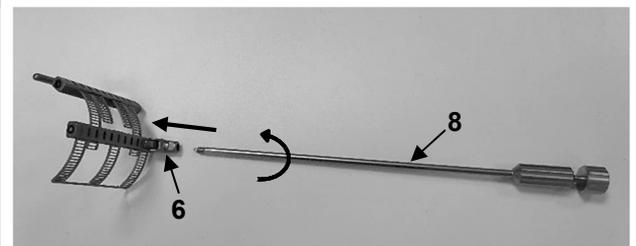

Abb. 8
Um das Vorhofblatt anzuheben oder abzusenken, muss zunächst die Hakenführung MRN-3 (8) im Uhrzeigersinn in das Gewinde des Gelenks (6) eingeschraubt werden (Abb. 8).